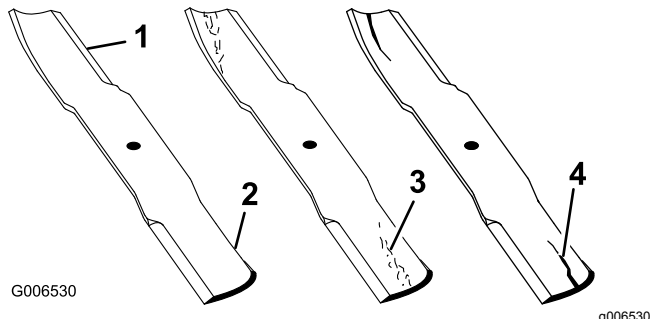

Рисунок 145
2. Осторожно осмотрите режущие кромки ножей (особенно в точке соединения плоской и изогнутой частей ножа), как показано на Рисунок 145.
Примечание: Проверяйте ножи перед эксплуатацией газонокосилки, так как песок и абразивный материал могут стачивать металл между плоской и изогнутой частями ножа. При обнаружении износа замените нож (Рисунок 145).